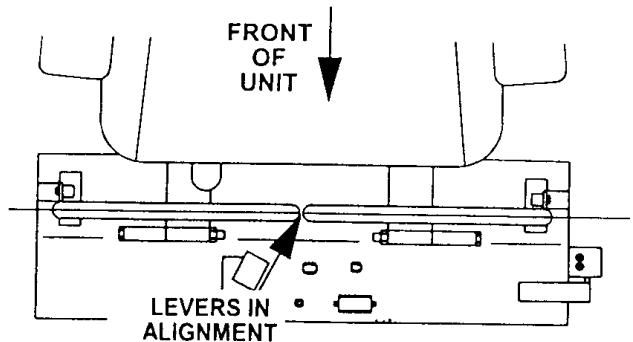

Figure 4
5. Si les bouts des leviers se gênent mutuellement en position déverrouillée (Fig. 4) (leviers rapprochés au maximum vers l'intérieur), les écarter vers l'extérieur en position de verrouillage au point mort, et les plier prudemment vers l'extérieur. Les ramener en position déverrouillée et vérifier qu'ils ne se touchent plus. Recommencer si nécessaire.